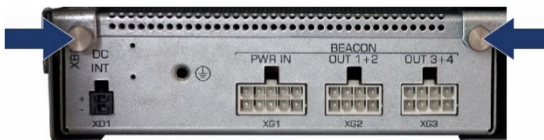

Abb. 5-1: Rändelschrauben am Chassis
- 2. Blitzleuchtenmodul auf der Rückseite mit den 2 Rändelschrauben am Chassis festschrauben (→ Abb. 5-1). Darauf achten, dass die Schrauben gerade und exakt in das vorgesehene Gewinde geschraubt werden. Schrauben nicht gewaltsam eindrehen.